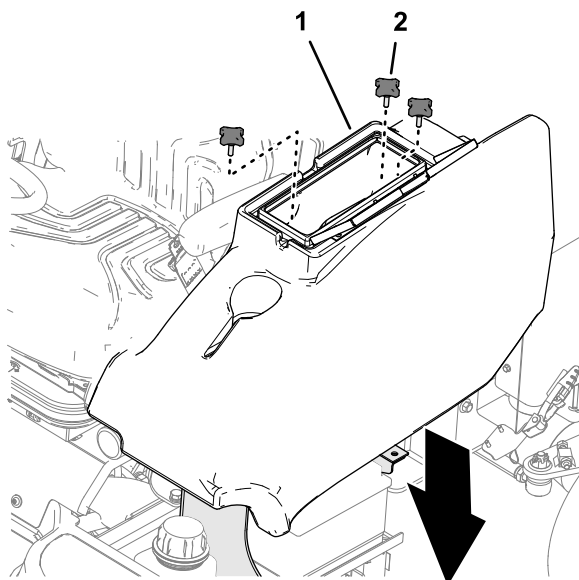

Рисунок 54
- Установите отделение для хранения на машину и закрепите при помощи 3 ручек (Рисунок 54).